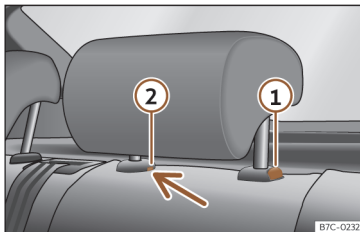

Fig. 73 Appuie-tête arrière : démontage.
- Appuyez sur la touche >>> fig. 73 ①, en appuyant en même temps sur l'orifice de sécurité ② avec un tournevis plat de 5 mm de largeur maximum et retirez l'appuie-tête.